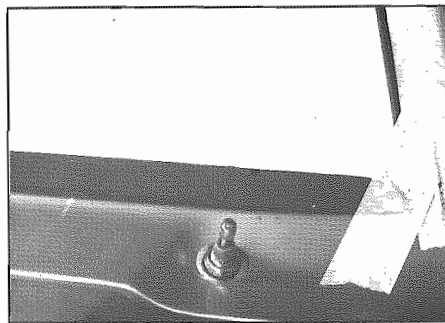

Fig. 26 - Striscia di neoprene
- Applicare una striscia di neoprene sulla battuta e coprirla con nastro adesivo (**Fig. 26**).
- Apply a stripe of neoprene on the rabbet and cover it with adhesive tape (**Fig. 26**).